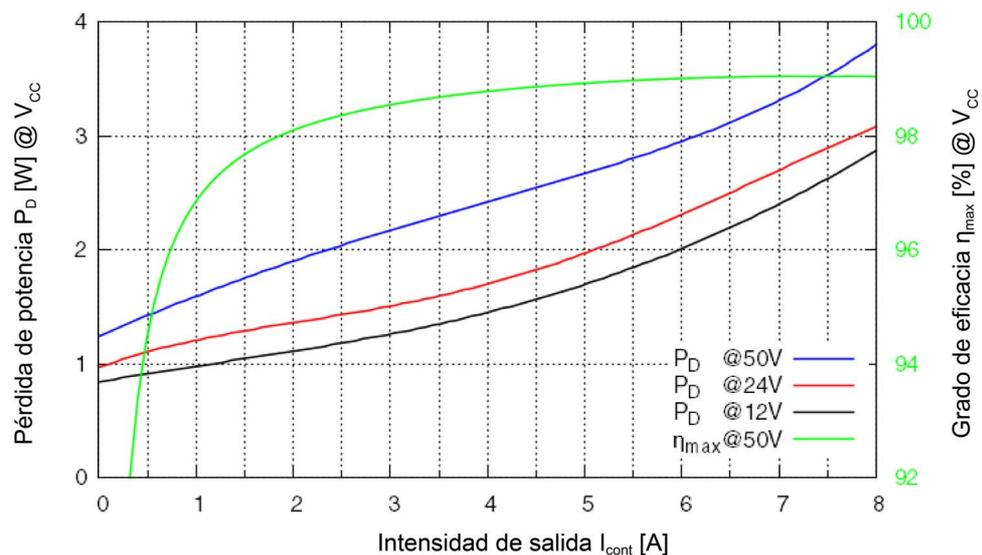

Figura 2-1 Pérdidas de potencia y rendimiento
Rango ampliado ^{*1)}	Module 50/8: +45...+85 °C Module 50/8 HE: +65...+92 °C Derating →Figura 2-1
- 2) **→Figura 2-1**